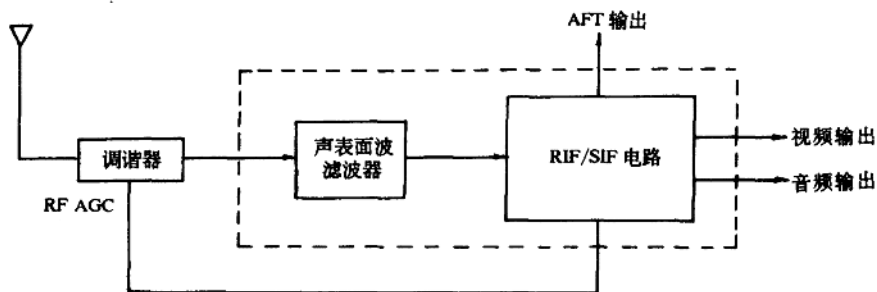

图 1-2 中放单元框图
(1)中放单元组成:熊猫牌 3418 型彩色电视机中放单元的框图如图 1-2 所示,它主要由调谐器、声表面波滤波器及 PIF/SIF 电路构成。
- ①将从天线接收来的射频信号(RF SIGNAL)转换为中频信号(IF SIGNAL)。
- ②中频信号通过声表面波滤波器,控制其带宽。
- ③具有一定带宽的中频信号在 PIF/SIF 电路中检波,输出视频信号、音频信号和 AFT 电压。
- ①采用了双制式(PAL/NTSC)带宽的声表面波滤波器。
- ②采用了电压调谐系统选择频道。